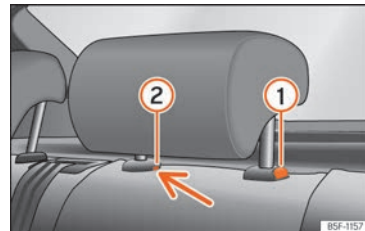

Abb. 111 Kopfstützen hinten: Ausbau.
- Drücken Sie die Taste »» **Abb. 111 ①** und gleichzeitig mit einem Schlitzschraubendreher (Breite max. 5 mm) in die Öffnung der Verriegelung **②** und ziehen Sie die Kopfstütze heraus.